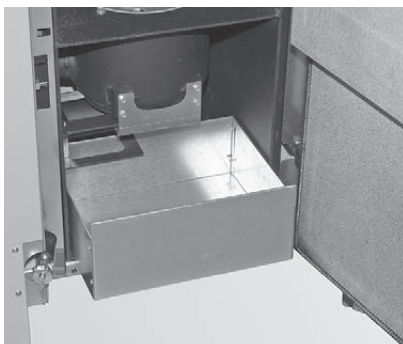

Fig. 57 Retirer le tiroir à cendres et le placer devant la chaudière
- ▶ Retirer le tiroir à cendres et le placer devant la chaudière – Fig. 57.